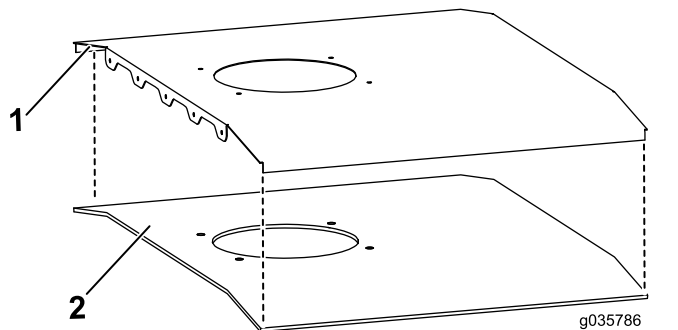

Figura 1
2. Fije la espuma del techo a la placa del techo, alineando los orificios del ventilador y de los pernos (Figura 1).